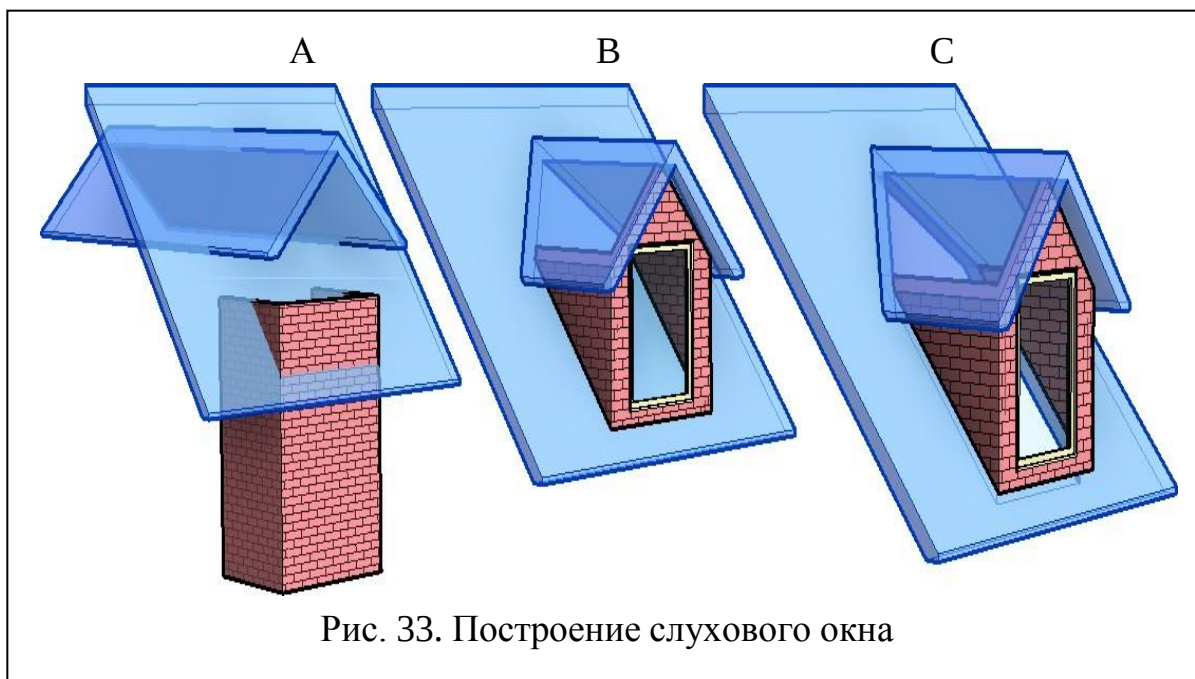

Рис. 33. Построение слухового окна
1. Построить крышу и стены слухового окна так, чтобы они пересекались с основной крышей (рис. 33 «А»).
2. Подрезать/удлинить крышу и стены слухового окна до пересечения с основной крышей (рис. 33 «В»).
3. Вырезать в плоскости ската основной крыши проем по внутреннему контуру стен/крыши слухового окна (рис. 33 «С»).